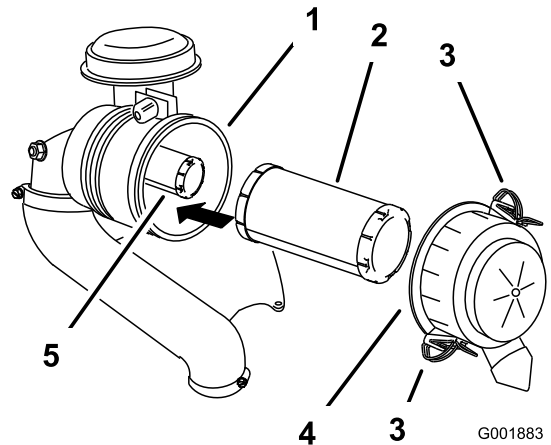

Figura 49
3. Abra los cierres del limpiador de aire y tire de la tapa de la entrada de aire para separarla del cuerpo del limpiador de aire (Figura 49).
5. Extraiga con cuidado el filtro primario de la carcasa del limpiador de aire (Figura 49).
2. Si va a cambiar el filtro interno, deslícelo cuidadosamente en el cuerpo del filtro (Figura 49).
3. Deslice cuidadosamente el filtro primario por encima del filtro de seguridad (Figura 49).
4. Instale la tapa del limpiador de aire y fije los cierres (Figura 49).